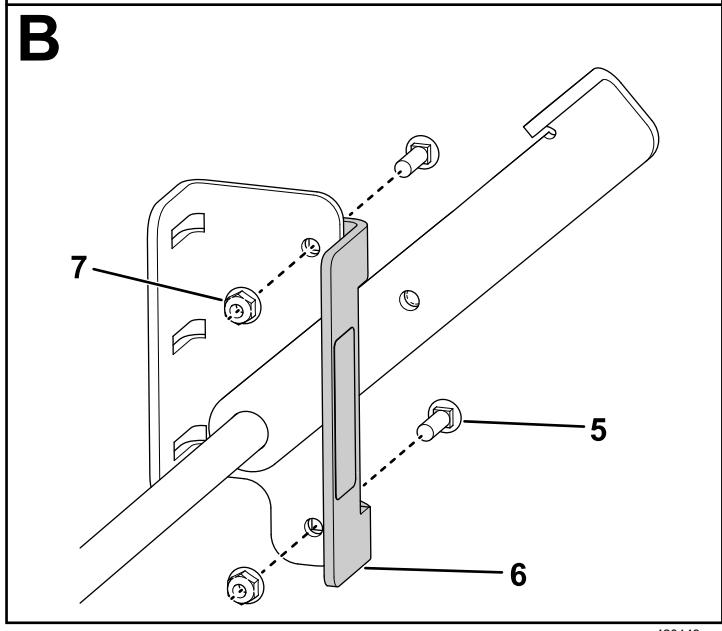

Figure 9
3. Fixez le frein de stationnement aux supports arrière à l'aide de 2 douilles (A de **Figure 9**).
4. Fixez la butée de frein sur le support arrière droit à l'aide de 2 boulons de carrosserie (5/16 x 1 po) et 2 contre-écrous (5/16 po) (B de **Figure 9**).